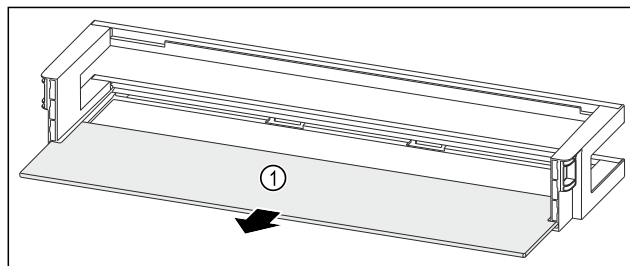

Fig. 274 Vratna polica z odlagalno polico
- Odstranite polico za odlaganje Fig. 274 (1).